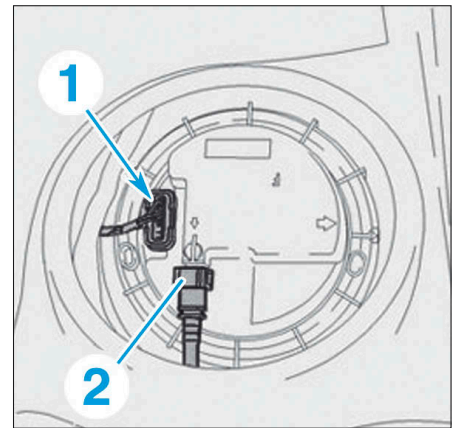

FIG. 20
- Débrancher le connecteur (1) et la canalisation (2) (Fig.20).